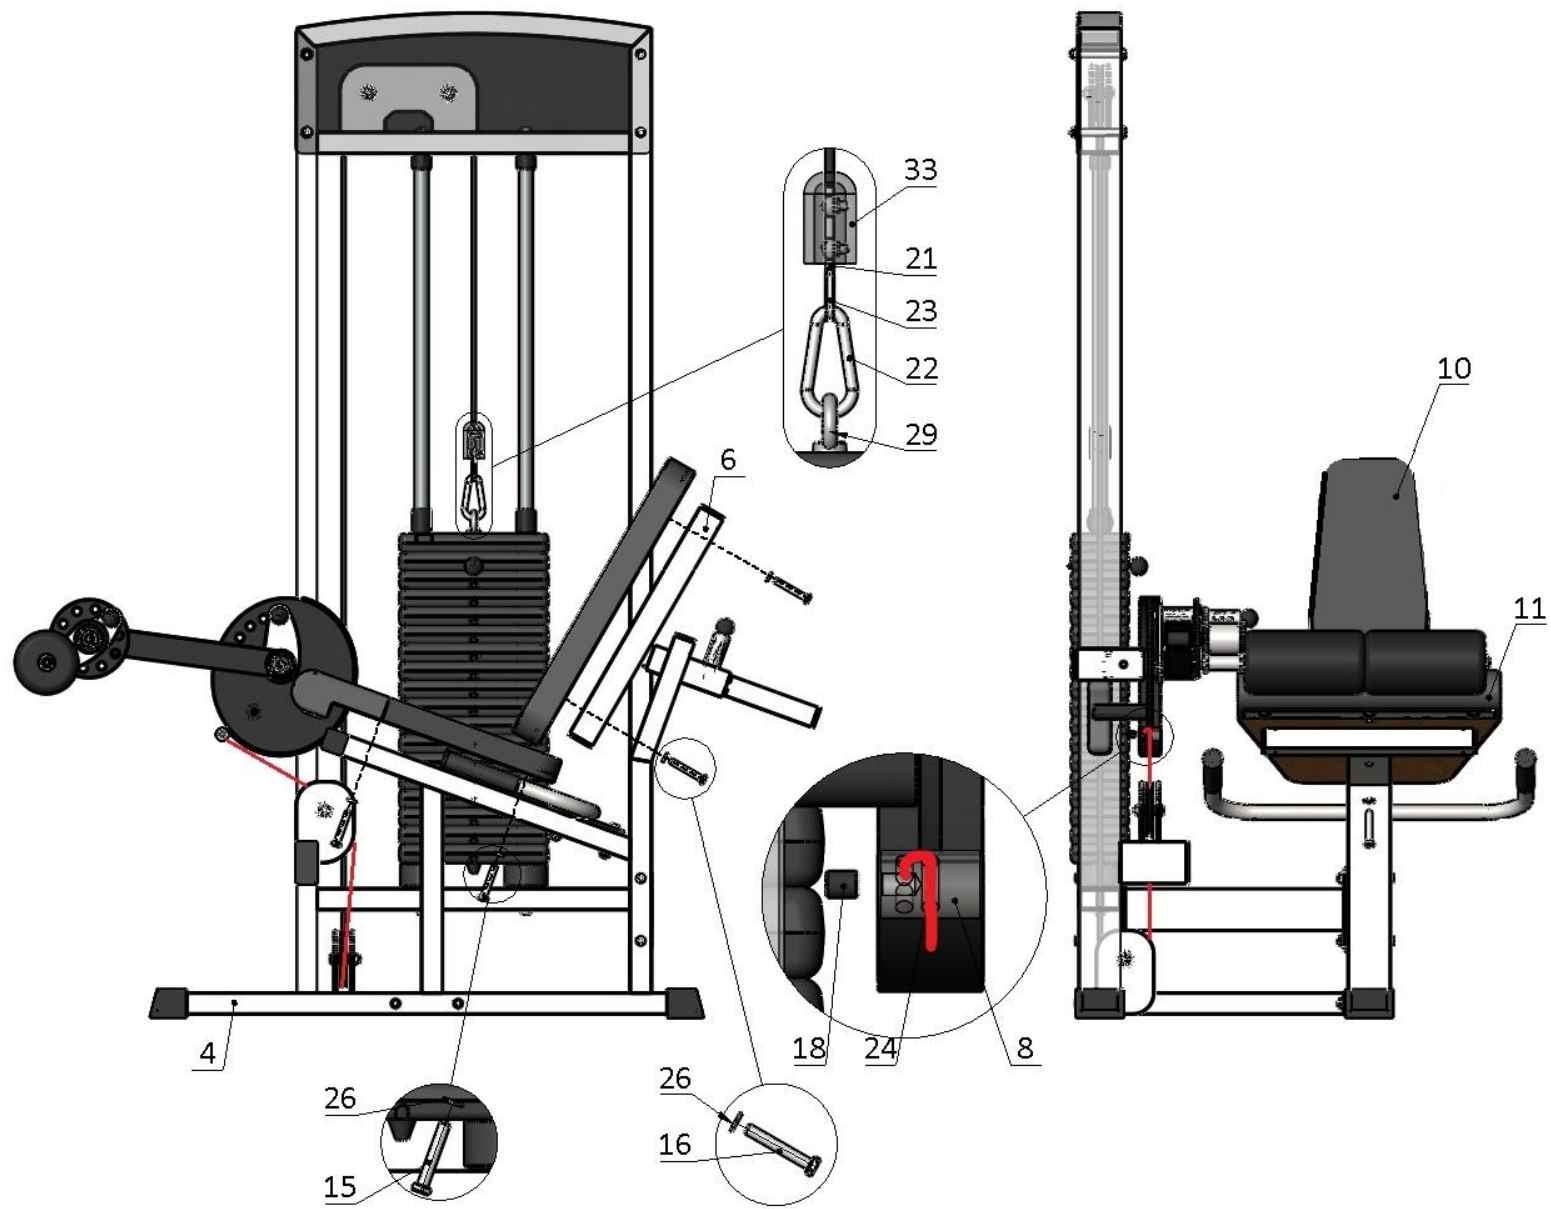

Рис.4
- 4.3. Возьмите один свободный конец троса (24), проденьте его через ограничитель (33); затем вложите трос в зажим Duplex (21), обогнув в нем болты с одной стороны; далее оберните трос вокруг коуша (23) и вернитесь в зажим (21), снова обогнув болты, но с другой стороны. Затяните как можно сильнее планку зажима. При помощи карабина (22) сцепите верхний груз (29) и зафиксированный конец троса. Затем пропустите трос (24) согласно схеме: сначала через верхний двойной блок, затем опустите до нижнего блока и обогните его; после вывода троса из нижнего блока, смените плоскость хода троса на перпендикулярную заданной изначально: уводя трос на средний блок; со среднего блока протяните трос к узлу подъема ног (8). На узле подъема ног (8) заведите трос в одно из отверстий «законцовки», сделав петлю заведите трос во второе отверстие, зафиксируйте трос установочным винтом M10x12 (18) (рис.4).